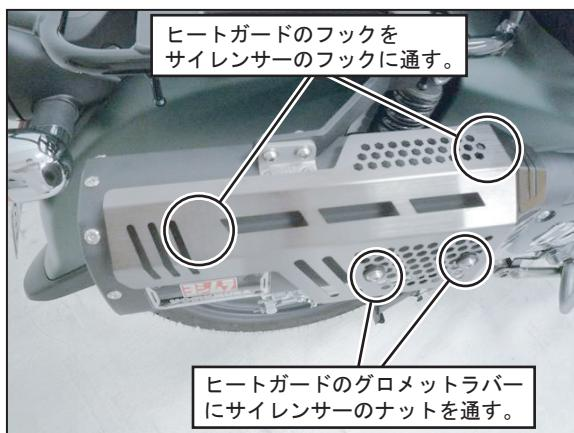

FIG. 16
14. ②サイレンサーに⑪サイレンサーヒートガードを取り付けます。まず⑪サイレンサーヒートガード裏側のフックニヶ所を②サイレンサーの前後フックに通します。
次に②サイレンサーのナット部分を手順12で⑪サイレンサーヒートガードに取り付けた⑬グロメットラバーに通し、⑫ボタンボルトM6×12、⑦SUSワッシャM6×13を使用して規定トルクで締め付けて下さい。 (FIG. 16, 17参照)